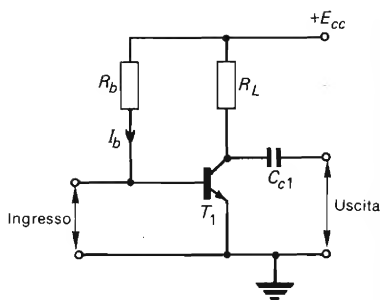

Fig. 6.5 - Polarizzazione fissa in corrente per un transistor connesso ad emettitore comune.
(1) Il metodo più semplice per ottenere il richiesto punto di lavoro di un transistor connesso ad emettitore comune è suggerito dalla Fig. 6.5. La differenza di potenziale ai capi della giunzione p-n base-emettitore, polarizzata direttamente, è trascurabile; quindi la corrente di polarizzazione di base ( $I_b$ ) è data da:
Tuttavia, la rete di polarizzazione di un transistor deve anche essere in grado di stabilizzare il circuito nei confronti di variazioni nella corrente continua di collettore. Da questo punto di vista, la configurazione di Fig. 6.5 si presenta inefficiente e viene usata assai raramente.